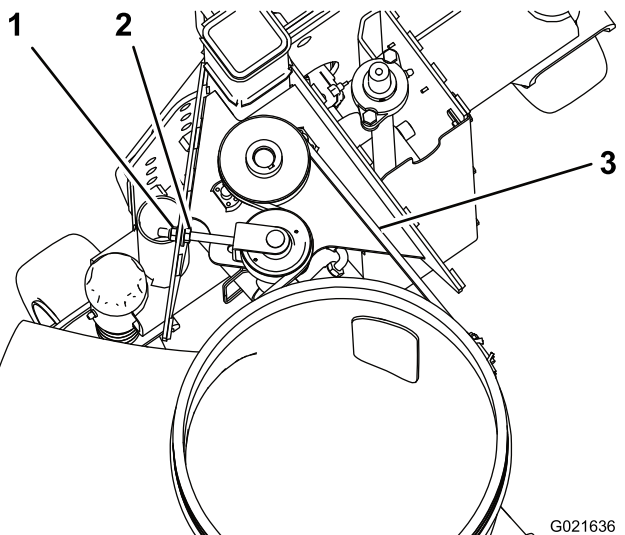

図 28
1. ベルトの一番長いスパンの中央部分を、30 N·m 10 kg の力で押す 図 28。
3. 六角ナットをゆるめてフランジナットを締め付けるとヘッドボルトをベルトの張りがきつくなる 図 28。